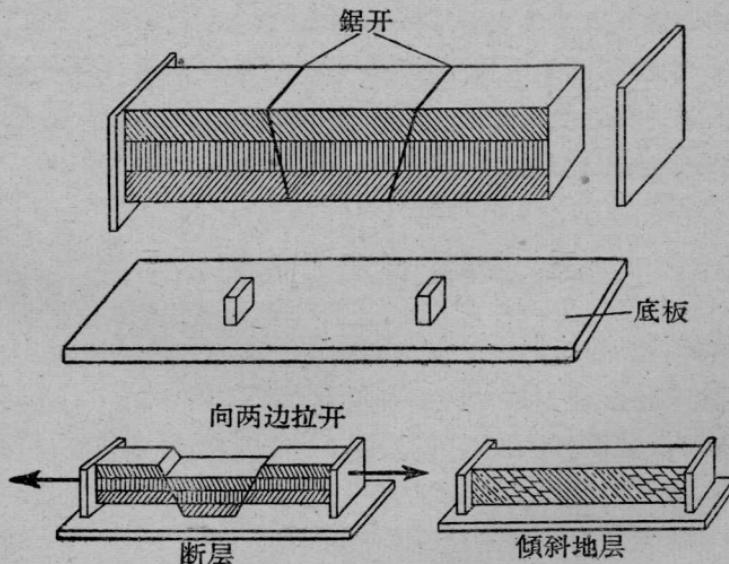

图3 地层模型(二)
2. 在长木条的中间部分画两条斜线(图3)，用锯沿斜线锯
2. 讲述在地壳发生变动时，有的地方陷落下去，地层就发生傾斜(图 3)。这时指导学生观察模型上画着傾斜地层的側面。